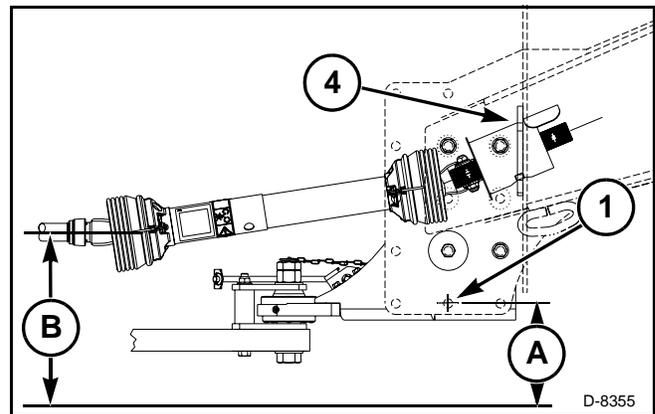

FIG. 10
FIGS. 10–11: El enganche debe estar instalado y el tractor debe estar conectado al enfardador antes de que se pueda realizar este procedimiento. Consulte Conexión del tractor en esta sección. Mida la distancia (A) desde el centro del orificio central inferior (1) hasta el suelo. Haga los ajustes necesarios para obtener una distancia de 550 mm (22 pulgadas).